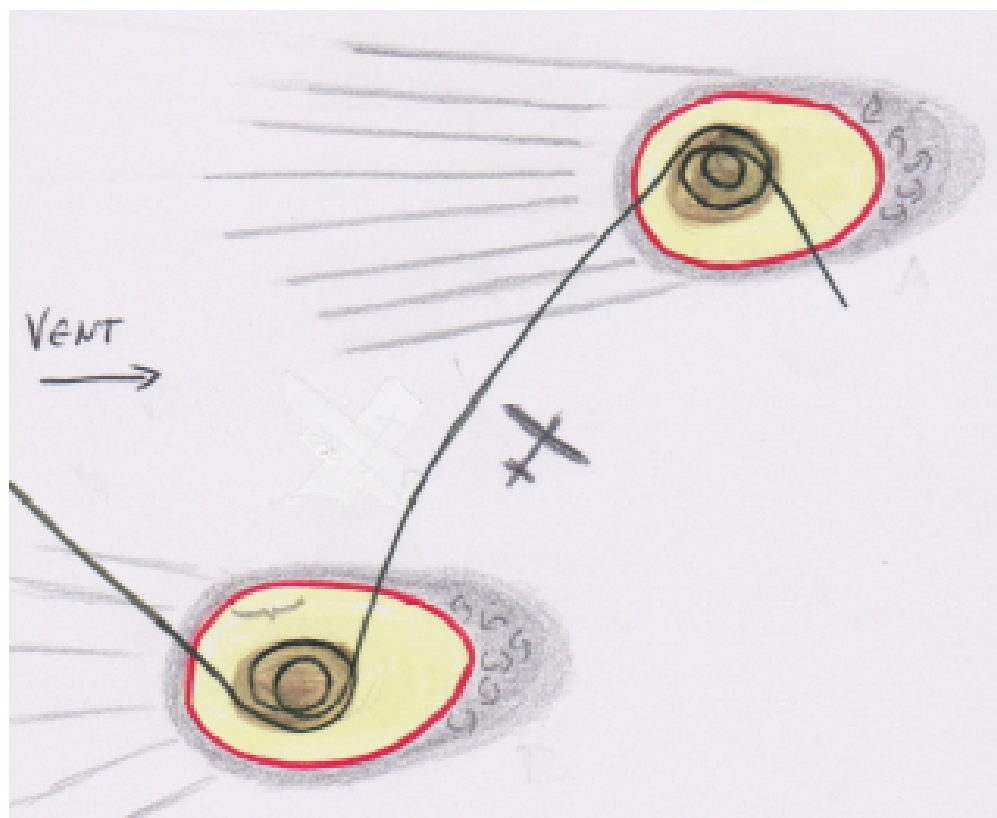

fig.13
- Vent arrière (*fig.13*) le planeur sort par le coté du thermique pour contourner la dé-gueulante.